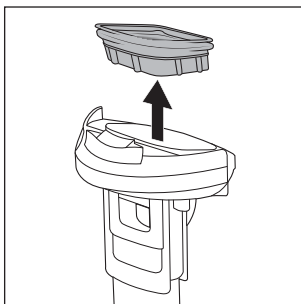

Abb. 24
- ◆ Entfernen Sie den Schmutzfilter ⑩ aus dem Schmutzwasserbehälter ②, indem Sie mit den Fingern seitlich in die Öffnungen neben dem Schmutzfilter ⑩ fassen. Ziehen Sie dann den Schmutzfilter ⑩ nach oben aus dem Deckel des Schmutzwasserbehälters ⑨ (siehe Abb. 24).